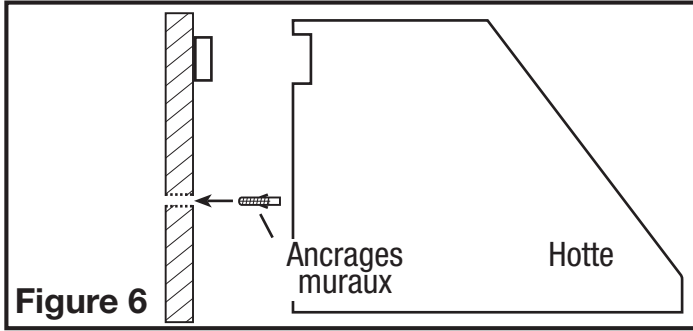

Figure 6
3. Reposez la cavité dans l'arrière de la hotte sur la bande en bois et marquez des endroits de perçage sur le mur pour les ancrages muraux sur l'arrière du fond de la hotte puis enlevez le capot et installez les ancrages muraux (Figure 6).
REMARQUE : Lorsque la terminaison du conduit est similaire à celle illustrée à la Figure 6 (passant au travers du mur sur lequel la hotte est installée) l'installation requiert une considération spéciale. Dépendant de où les montants muraux sont situés, il peut être nécessaire de couper un montant mural ou plus et d'installer une chevêtre et une assise pour transférer la charge aux montants adjacents. Des montants additionnels pourraient devoir être bâtis dans l'ouverture pour fixer la cloison sèche et pour fixer la hotte. Si vous rencontrez cette situation, Air King recommande que vous embauchiez un professionnel et que vous vous conformiez avec tous les codes du bâtiment applicables.